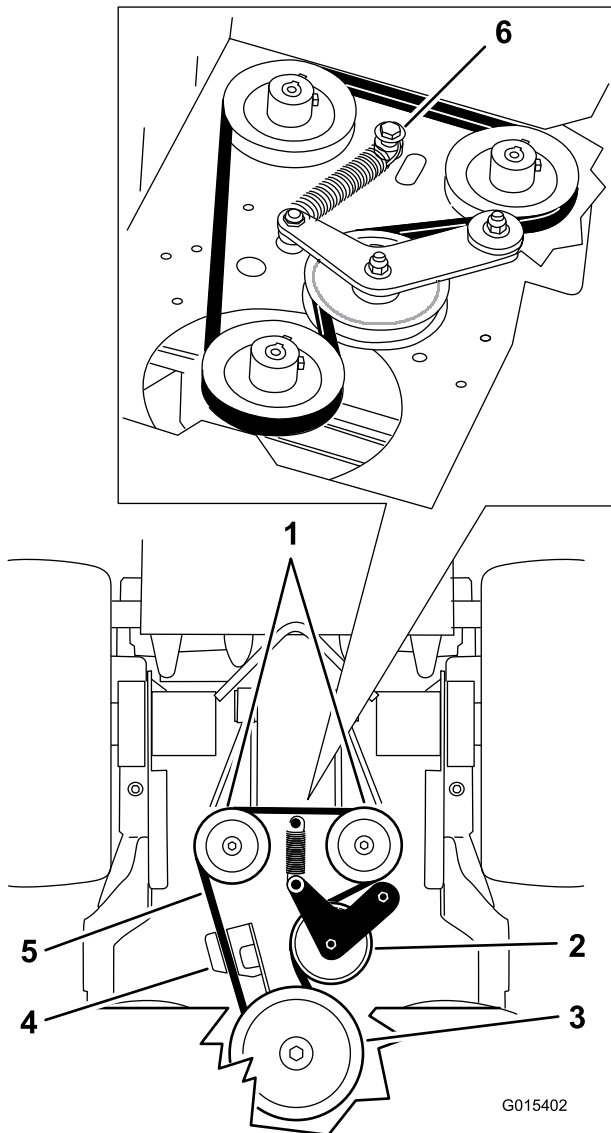

Figura 75
5. Retire el perno de cuello largo, la tuerca y la arandela de la carcasa del motor y del muelle (Figura 75).
6. Retire la correa de transmisión de la bomba (Figura 75).
8. Instale el muelle en el perno de cuello largo y la arandela, y conéctelo a la carcasa del motor con la tuerca (Figura 75).